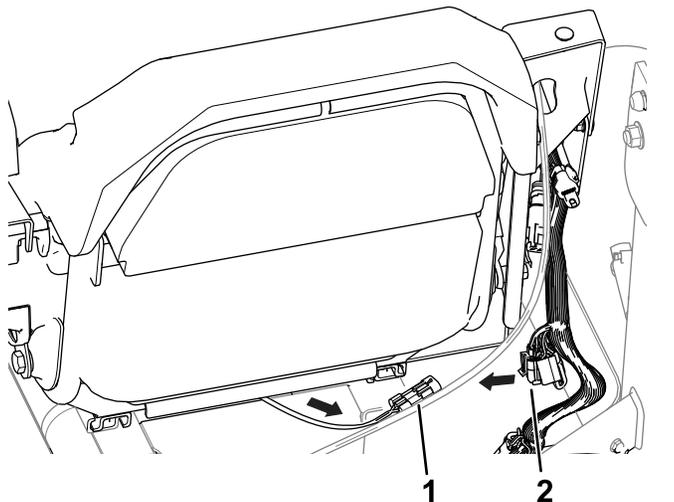

图 2
1. 将座椅开关线束布置在座椅与座椅底座之间并朝向机器线束图 2。